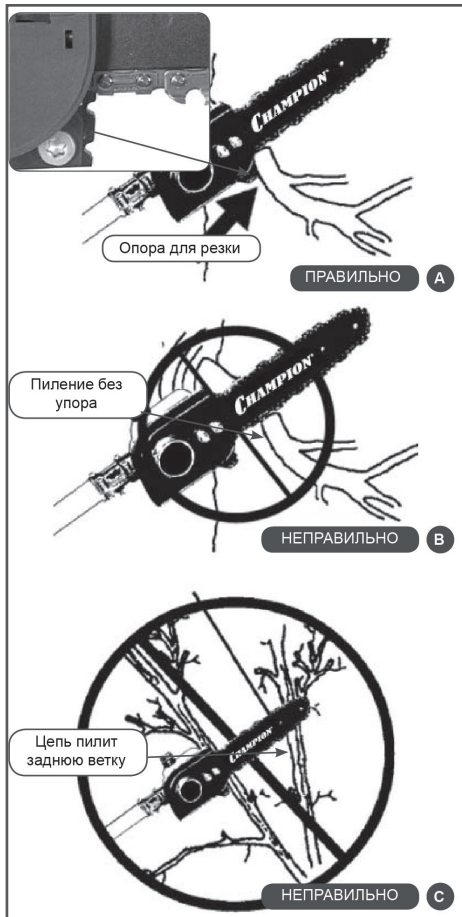

Рис. 12 Положение цепной пилы относительно ветки
6. При пилении плотно прижмите упор к спиливаемой ветке (Рис. 12А). Это предотвратит биение ветки при пилении.
7. Пиление без упора может привести к биению ветки, отскоку шины и потере контроля над положением высотореза (Рис. 12В).
8. Следите за ветками, которые находятся непосредственно позади спиливаемой. Если цепь заденет заднюю ветку, то возможен отскок и потеря контроля над высоторезом (Рис. 12С).